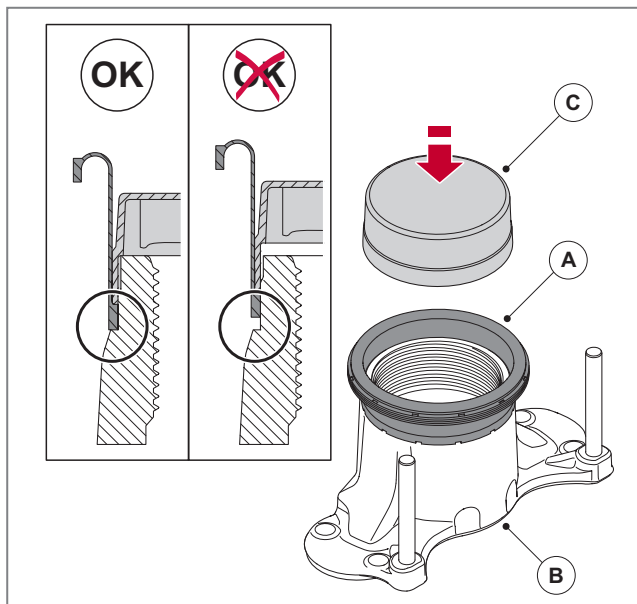
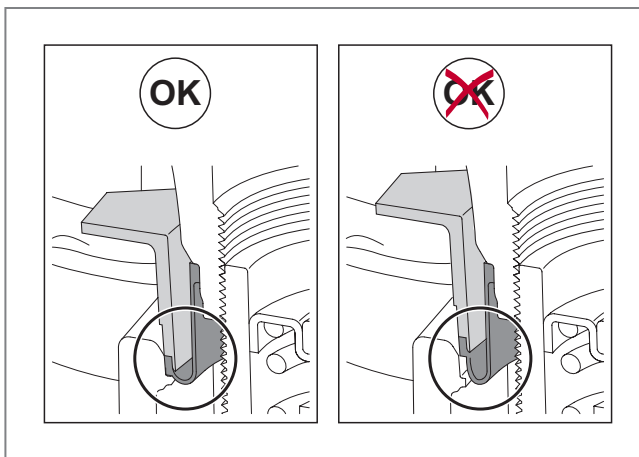

Abb. 51 - Faltenbalg der Druckplatte anbringen
Abb. 54 - Faltenbalg der Druckplatte sitzt korrekt/nicht korrekt
4. Drücken Sie mit Hilfe des SAF-Spezialwerkzeugs Art-Nr. 4 434 3886 00 (C) den Faltenbalg der Nachstellschraube (A) an die richtige Position der Druckplatte (B), *siehe* ► *Abb. 51*. Überprüfen Sie, ob sich der Faltenbalg an der Druckplatte an korrekter Position befindet.
14. Entfernen Sie das Spezialwerkzeug. Überprüfen Sie, ob der Faltenbalg ordnungsgemäß im Bremssattel sitzt, *siehe* ► *Abb. 54*. Überprüfen Sie erneut, ob der Faltenbalg korrekt an der Druckplatte positioniert ist, *siehe* ► *Abb. 51*. Eine fehlerhafte Position des Faltenbalgs kann die Lebensdauer der Bremse beeinträchtigen!